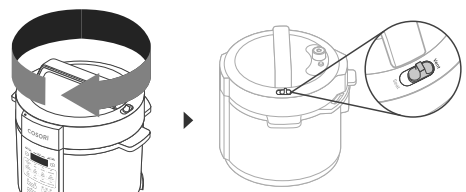

Figure 9.2
2. Refermez le couvercle sur l'autocuiseur et tournez-le dans le sens des aiguilles d'une montre pour le fixer. Placez le commutateur d'évacuation de la vapeur en position « **Vent** ». [Figure 9.2]